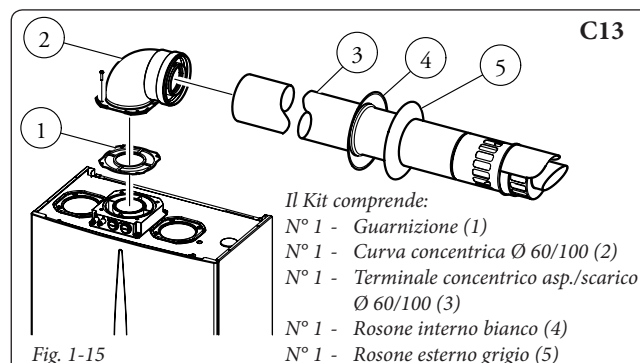

Fig. 1-15
Questo terminale permette l'aspirazione dell'aria e lo scarico dei fumi direttamente all'esterno dell'abitazione. Il kit orizzontale può essere installato con l'uscita posteriore, laterale destra e laterale sinistra. Per l'installazione con uscita anteriore è necessario utilizzare il tronchetto ed una curva concentrica ad innesto in modo da garantire lo spazio utile per effettuare le prove richieste dalla legge all'atto della prima messa in servizio (Fig. 1-15 ÷ 1-16).
Kit orizzontali di aspirazione - scarico Ø 60/100. Montaggio kit (Fig. 1-15): Installare la curva con flangia (2) sul foro centrale della caldaia interponendo la guarnizione (1) (*che non necessita di lubrificazione*) posizionandola con le sporgenze circolari verso il basso a contatto con la flangia di caldaia e serrare con le viti presenti nel kit. Innestare il tubo terminale concentrico Ø 60/100 (3) con lato maschio (liscio), nel lato femmina della curva (2) sino a portarlo in battuta, accertandosi di avere già inserito il relativo rosone interno ed esterno, in questo modo si otterrà la tenuta e la giunzione degli elementi che compongono il kit.